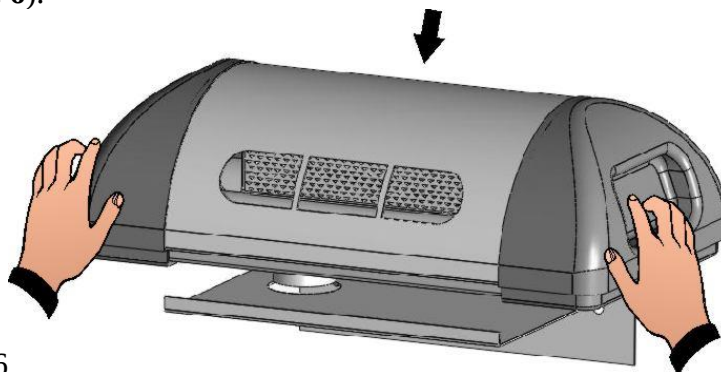

Fig.6
3. Fissare la staffa di supporto alla parete, a livello in senso trasversale e longitudinale (una per ogni testata ventilante) (**Fig. 6**).